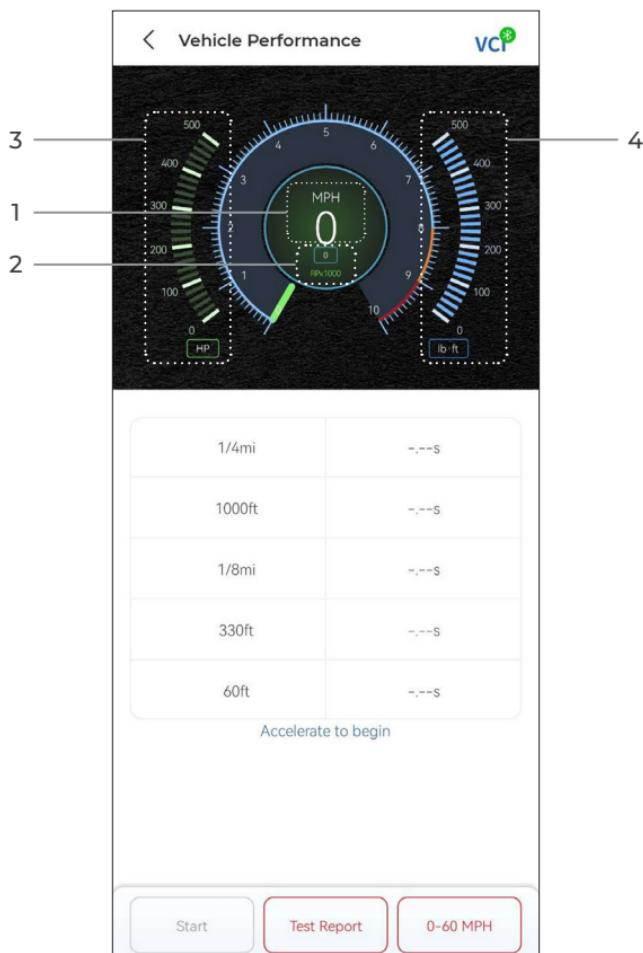
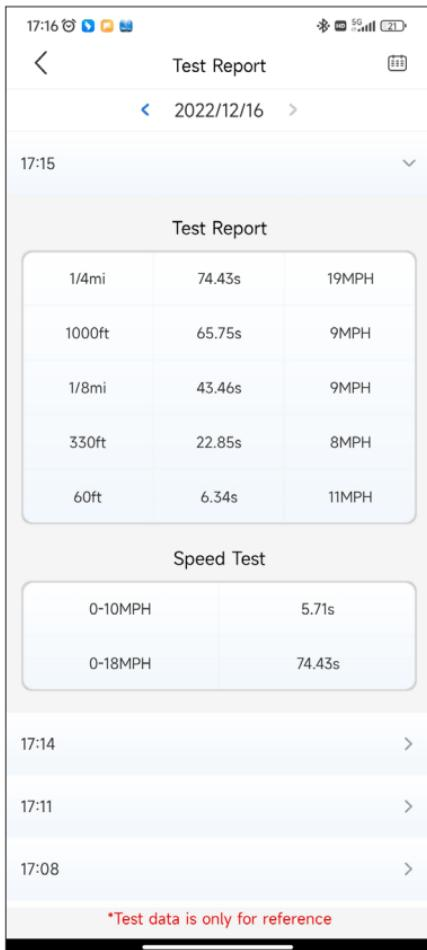

Figura 4-18
Figura 4-21
**Risultati del test 1/4 mi** - registra il tempo trascorso da un veicolo per percorrere una certa distanza (60 ft, 330 ft, 1/8 mi, 1000 ft, 1/4 mi) e la velocità istantanea in ogni punto (vedi Figura 4-18 e Figura 4-21).
**Risultati del test di velocità** - registra il tempo trascorso da un veicolo per accelerare a una velocità specifica (vedi Figura 4-21).